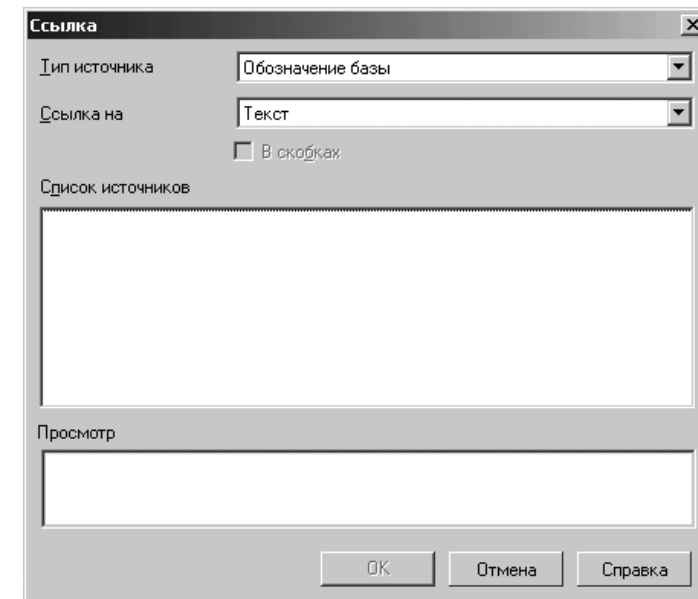

Рис. 5.106. Диалоговое окно **Ссылка**
- **Ссылка** вызывает диалоговое окно **Ссылка** (рис. 5.106);